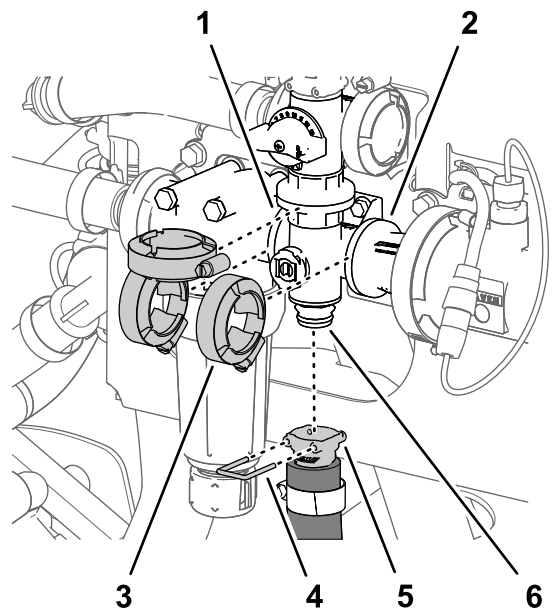

Bild 104
1. Entfernen Sie den Schnellkupplungsstift, mit dem die Schnellkupplung für den Rührwerkschlauch am Verteiler für das Rührwerkventil befestigt ist (Bild 104).
2. Entfernen Sie die drei Flanschklemmen, mit denen der Rührwerkventilverteiler an den Flanschen des Druckfilterkopfs und dem Kupplungsadapter befestigt ist (Bild 104).